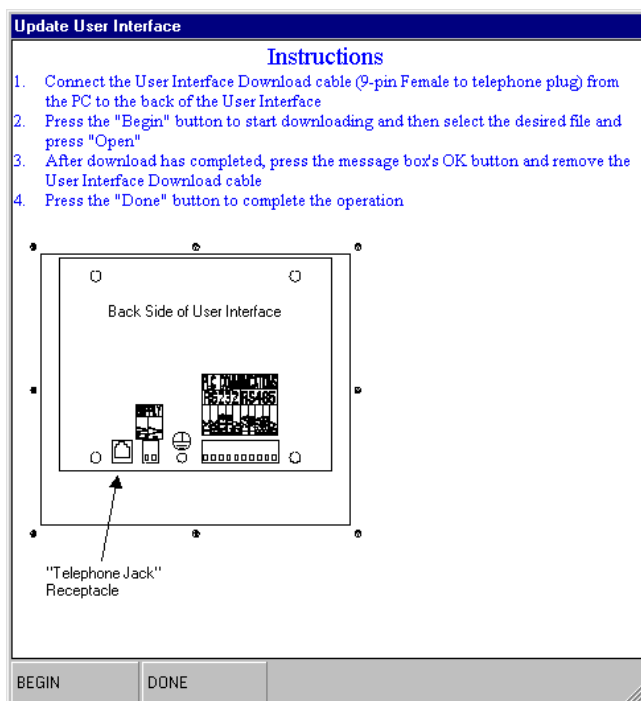

Fig. 13.38
2. Aparecerá una ventana de instrucciones para el programa del interfaz de usuario. Vea la Fig. 13.38.
4. Para comenzar la actualización, pulse el botón BEGIN de la ventana de instrucciones. Vea la Fig. 13.38.